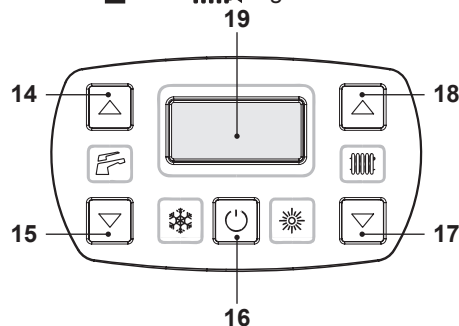

Figura 6.6
- Tenere premuto per 2 secondi il tasto 16 fino a far apparire sul display entrambe i simboli e (Figura 6.6).
- Spegnerne la caldaia tenendo premuto per 2 secondi il tasto 16 (Figura 6.6) fino a far apparire sul display LCD il simbolo (Figura 6.5).